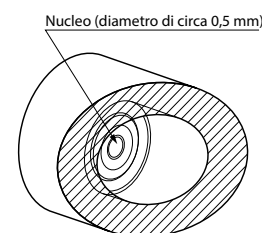

Fig. 6 Nucleo centrale
- Per il controllo dell'altezza del centro dell'inserito interno, vedere il nucleo che rimane al centro della parte inferiore del foro. Se l'altezza del centro è nella posizione normale, dopo la lavorazione rimane un nucleo con 0,5 mm circa di diametro. (Fig. 6)